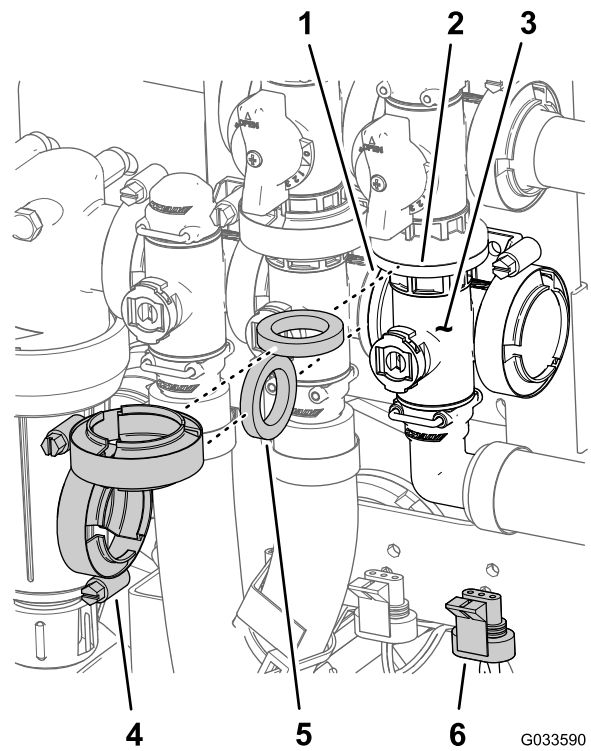

Figure 117
- Retirez les colliers à bride et les joints qui fixent le collecteur de la vanne maîtresse des rampes (Figure 117) à la vanne de dérivation de la vanne maîtresse, la vanne d'agitation et le raccord soudé à bride à 90° (au bout du flexible du débitmètre).